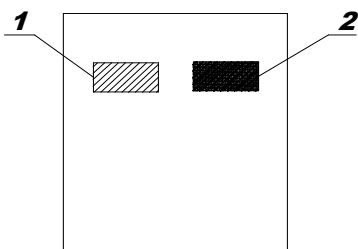

Рис.6 Выключатель двигателя
- нажать черную кнопку включателя двигателя («включить I») рис. 6